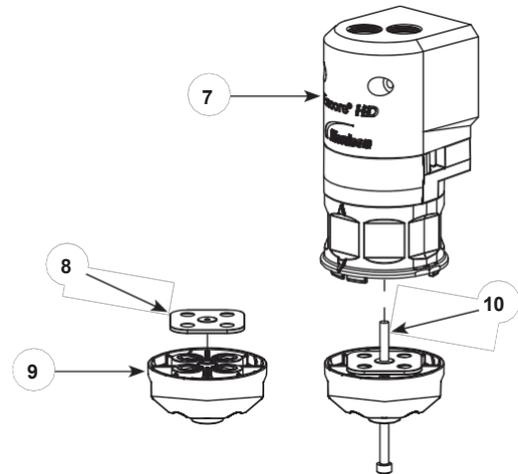

図 24 ガスケットと下部 Y ブロックの組み立て
3. 図 24 を参照してください。ガスケット (8) を下部 Y ブロック (9) に組み付けてから、長いネジ (10) を下部 Y ブロックに通し、ピンチバルブハウジング、上部 Y ブロック、およびパージマニホールハウジングにねじ込みます。m (25-30 インチ - ポンド) のトルクで締めます。
6. 図 24 を参照してください。ポンプを組み立てた後、長いネジ (10) を完全に締め、すべての部品を完全に合わせます。